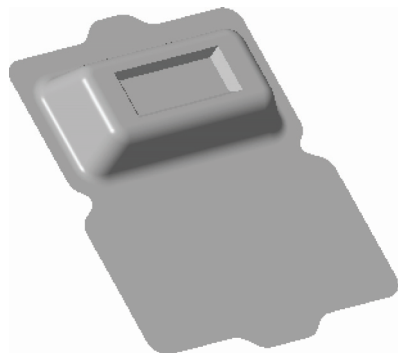

图 16-30 合并曲面特征一
STEP 12 使用“合并”命令，合并曲面特征，如图 16-30 所示。